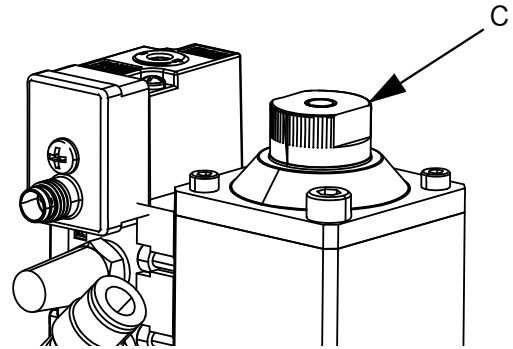
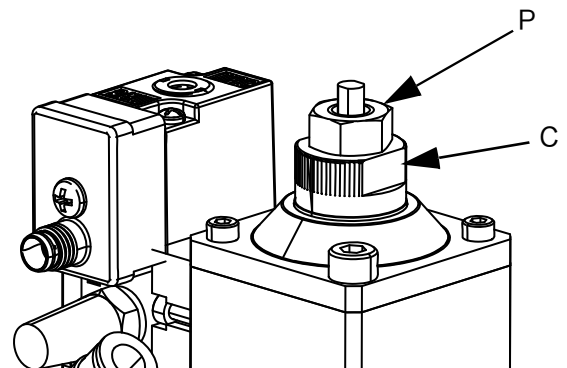

图 8
图 9
阀顶部的调节螺母 (C) 可以调节分注阀将打开的距离。这会限制材料流过胶嘴和阀座。参见图 8。
1. 顺时针旋转调节螺母 (C)、直到阀门保持关闭状态。参见图 8。对于回吸阀、逆时针旋转调节螺母 (C) 以减小阀打开的距离。参见图 9。
2. 慢慢松开调节螺母 (C)、然后循环气压直达到达所需的流量。
3. 如果阀配有回吸胶嘴、请拧紧锁紧螺母 (P) 以将调节螺母 (C) 固定到位。参见图 9。